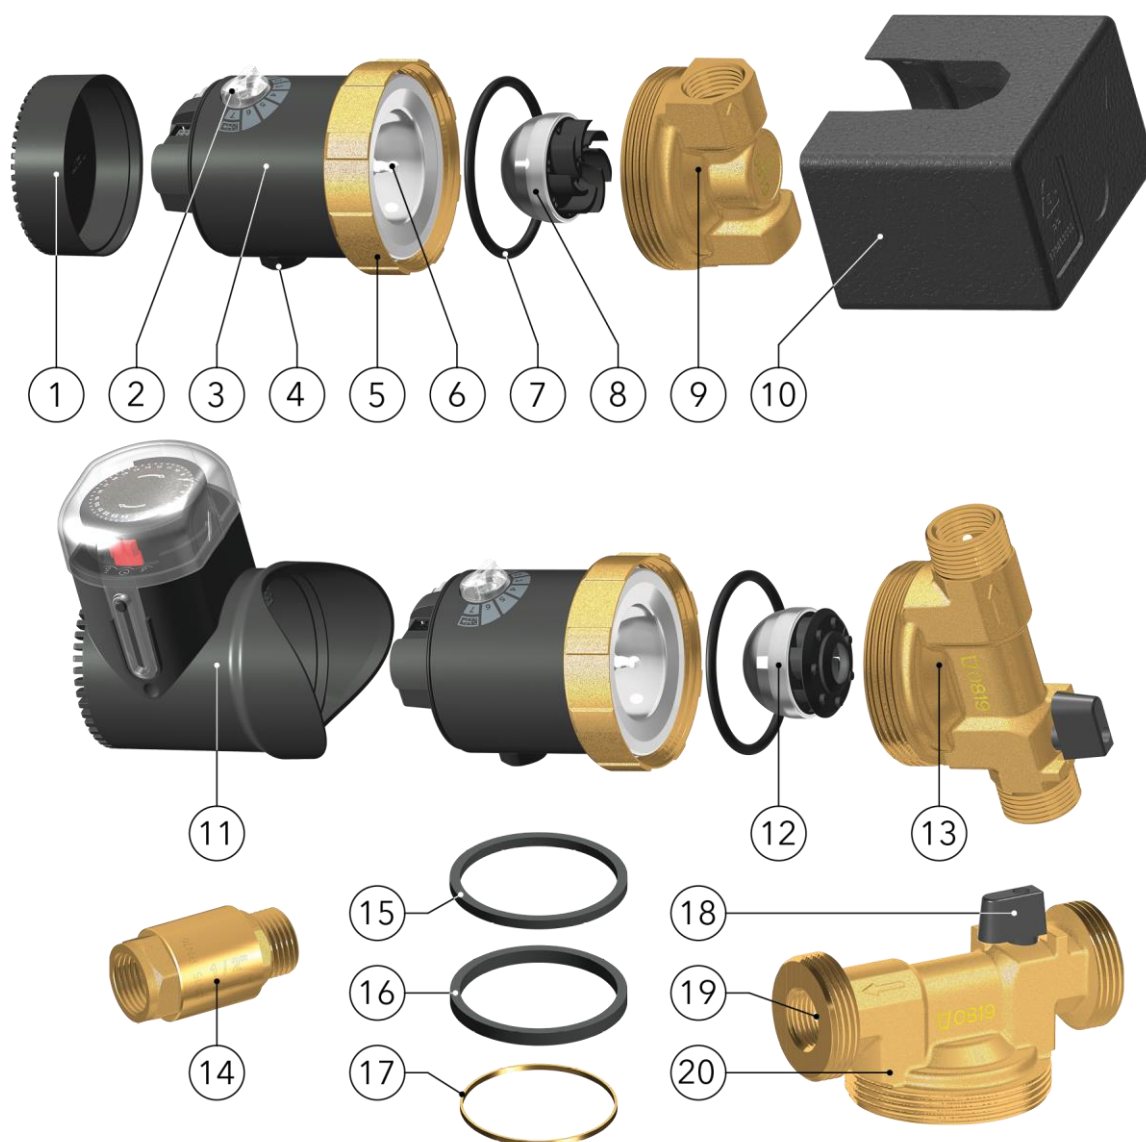

Abbildung 3
- Bei Einsatz von Pumpenmodellen mit Pumpengehäuse Code 15-65 (Artikel 9 in **Abb. 3**), verwenden Sie das in der Verpackung befindliche G1/2 Rückschlagventil (Artikel 14 in **Abbildung 3**). Dadurch wird verhindert, dass beim Öffnen einer Armatur Wasser rückwärts durch die Pumpe fließt und Schäden verursacht.
- Pumpen mit Pumpengehäuse Code 13-940 (Artikel 13 in **Abb. 3**) und Code 20-110 (Artikel 20 in **Abb. 3**) enthalten bereits ein eingebautes Rückschlagventil (Artikel 19 in **Abb. 3**) und ein Kugelabsperrrventil (Art. 18 in **Abb. 3**) in den Pumpengehäusen. (Das Rückschlagventil öffnet und schließt automatisch; das Kugelabsperrrventil wird geschlossen, wenn sein Griff senkrecht zur Rohrleitungsrichtung steht).
- Bei geschlossenem Absperrventil auf der Saugseite der Pumpe und installiertem Rückschlagventil auf der Druckseite kann die Überwurfmutter (Art. 5 in **Abbildung 3**) gelöst werden, so dass der Pumpenmotor in die richtige Position gedreht oder sogar für Wartungsarbeiten entfernt werden kann, ohne das System vollständig entleeren zu müssen.